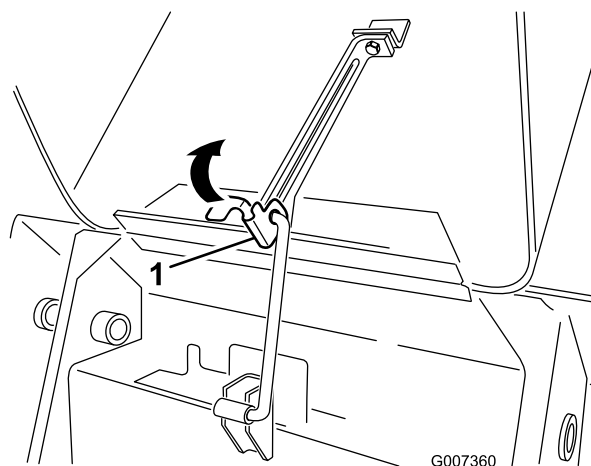

**Figura 27**
1. Allentate la vite di bloccaggio del cofano (Figura 27)
3. Serrate la vite di bloccaggio del cofano per fissare il dispositivo di chiusura (Figura 27).
2. Girate il fermo del cofano in senso orario (Figura 27).
3. Ruotare il cofano verso l'alto (Figura 27).